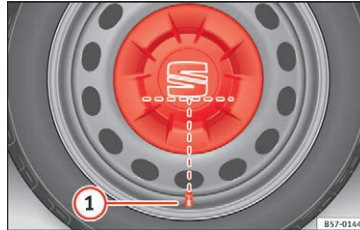

Fig. 63 Korrekt placering af hjulkapsel til stål-fælge
- Læg hjulkapslen mod fælgen. Undersiden af bogstavet S i Seat-logoet skal stå over for dækventilen » Fig. 63 ①.